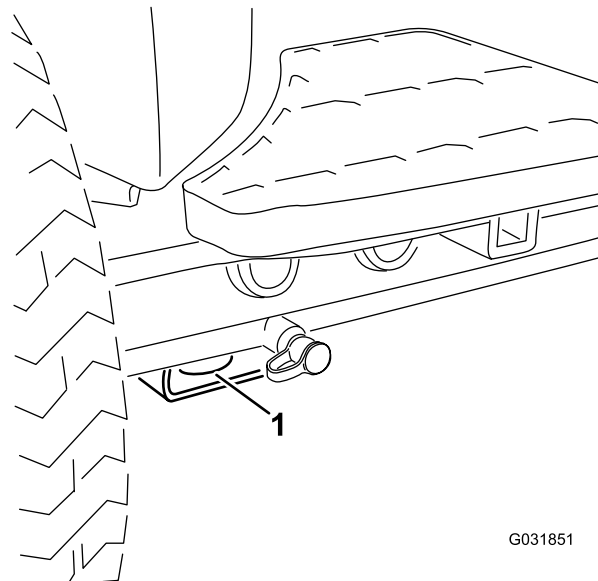

Figure 37
- Avant – trou du patin rectangulaire, sous le tube d'essieu, à l'intérieur de chaque roue avant (Figure 37).